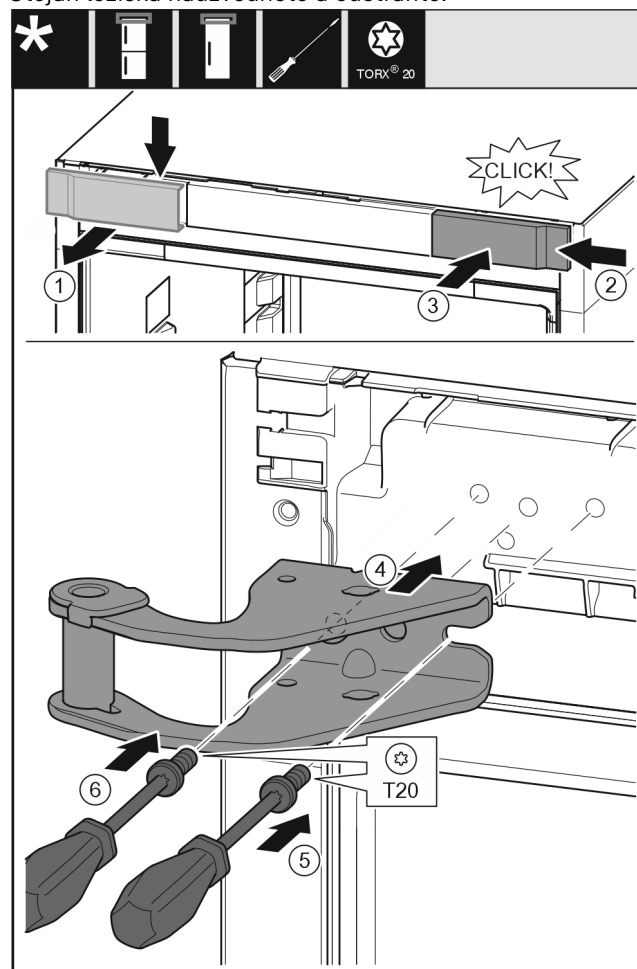

Fig. 10
- ▶ Odeberte kryt shora dopředu. Fig. 10 (1)
- ▶ Kryt otočený o 180° zavěste na druhé straně zprava. Fig. 10 (2)
- ▶ Zaklapněte kryt. Fig. 10 (3)
- ▶ Nasadte horní stojan ložiska. Fig. 10 (4)
- ▶ Šroubovákem T20 nasadte šroub a utáhněte. Fig. 10 (5)
- ▶ Šroubovákem T20 vložte šroub a utáhněte. Fig. 10 (6)